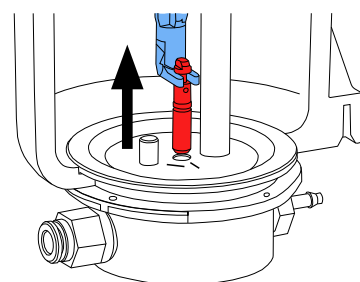

Рис. 16
- ⇒ Дозирующее сопло вытянуть с помощью инструмента (Рис. 16).